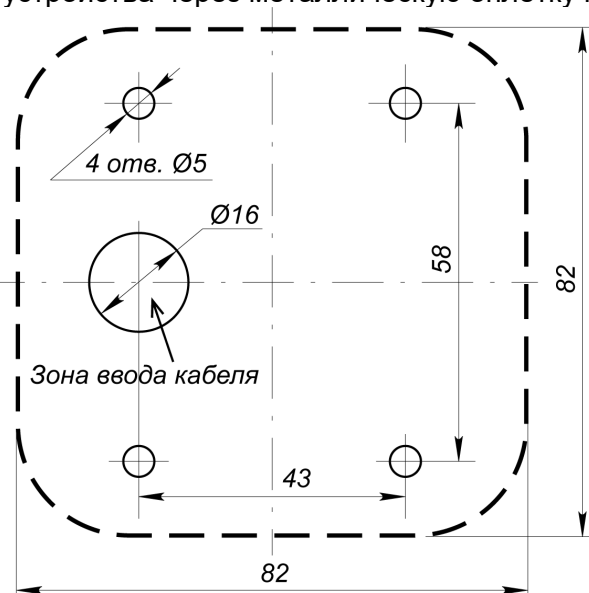

Рисунок 1. Разметка отверстий для установки пирометра (пунктиром показаны габариты корпуса пирометра)
- 3 Произведите разметку и разделку отверстий на установочной поверхности для крепления металлического основания и проводки кабеля от пирометра. Используйте разметочный шаблон из комплекта поставки. Схема разметки представлена на рис. 1.